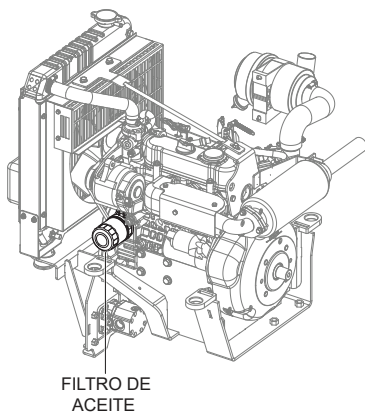

Figura 29. Filtro de aceite
1. Reemplace el filtro de aceite del motor (Figura 29) cada dos cambios de aceite o cada 200 horas de operación. Consulte el manual del motor para obtener los detalles específicos para realizar esta operación.